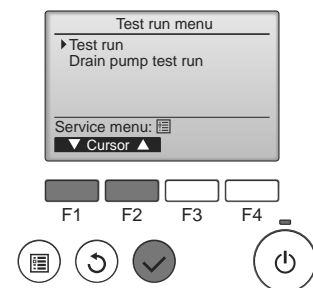

Fig. 7-2
- ② Wählen Sie „Test run“ (Testlauf) aus dem Testlauf-Menü, und drücken Sie die [AUSWAHL]-Taste. (Fig. 7-2)
- ③ Der Testlauf beginnt, und der Testlaufbildschirm wird angezeigt.